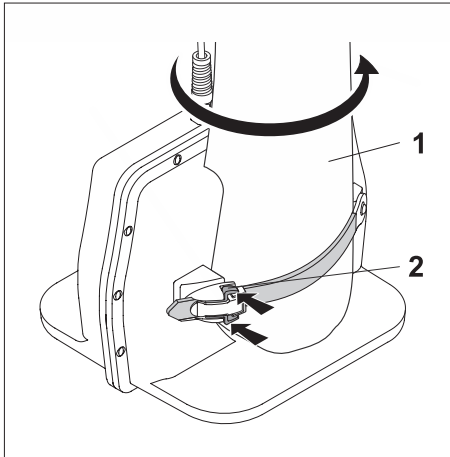

Fig. 38: Antenne pour boules marqueurs – Séparer le récepteur et l'antenne
3. Desserrez le collier de serrage (fig. 38).